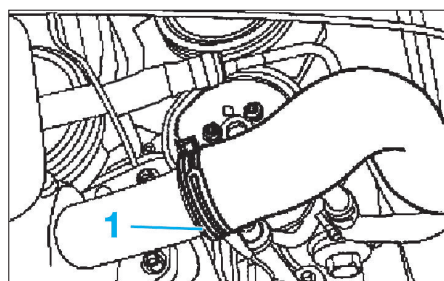

Fig. 25
- le collier de serrage (1) et la conduite de l'échangeur thermique (Fig.25),